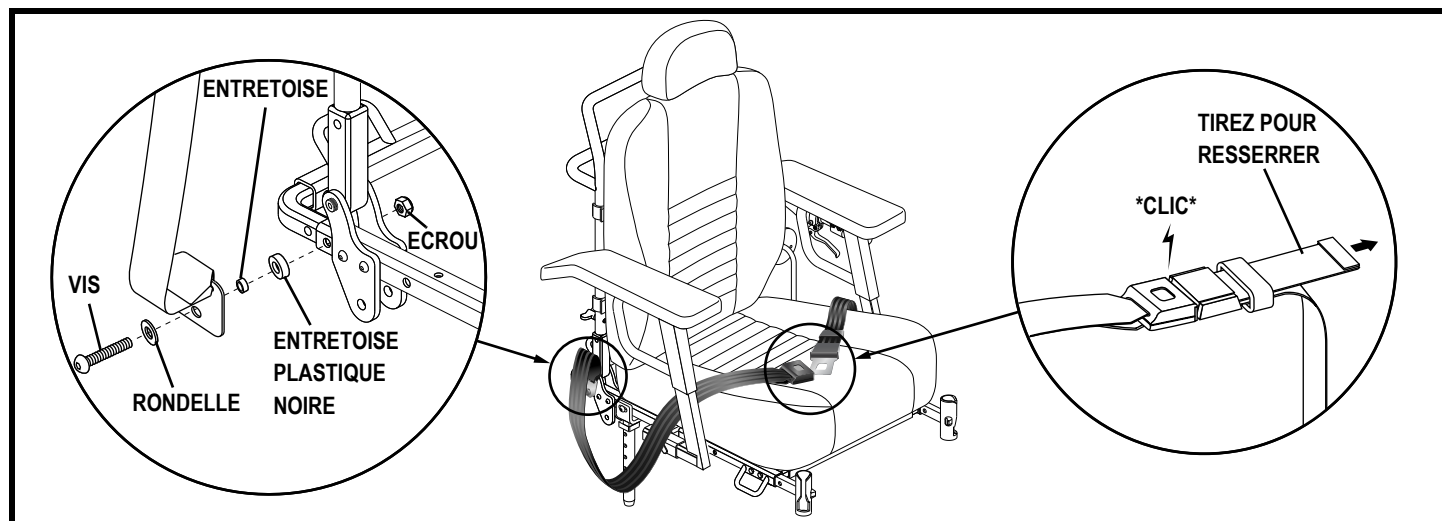

Figure 22. Réglage et installation de la ceinture de positionnement
Votre fauteuil motorisé peut être équipé d'une ceinture de positionnement de type automobile réglable pour un meilleur confort. Voir la figure 22. La ceinture de positionnement, réglable, a été conçue pour soutenir et empêcher tout glissement vers le bas ou vers l'avant une fois assis. La ceinture de positionnement n'a pas été conçue pour être utilisée comme ceinture de sécurité.
1. Insérez la vis dans la rondelle et la languette de montage à l'extrémité de la ceinture de positionnement. Voir la figure 22.